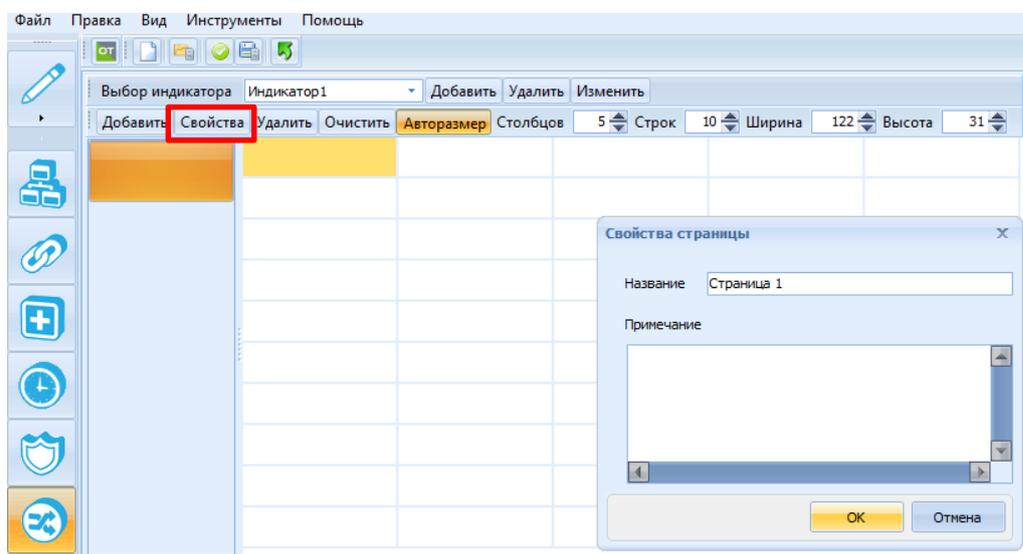

Рисунок 11.4 – Новая страница панели и окно «Свойства страницы» индикатора
3) Чтобы задать имя добавленной странице виртуальной панели необходимо нажать кнопку «Свойства» панели инструментов и в появившемся окне указать название страницы, а также примечание (если это необходимо) и нажать кнопку ОК (рисунок 11.4).